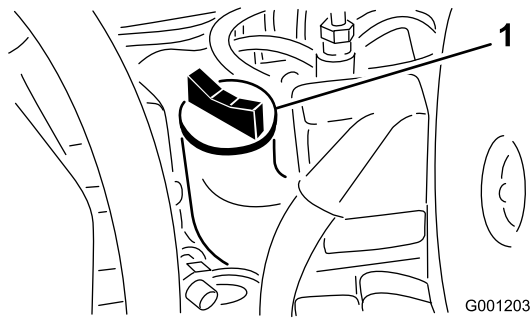

Bild 46
- Wenn der Ölstand an oder unter der NACHFÜLL-Markierung am Peilstab liegt, öffnen Sie den Öleinfülldeckel (Bild 46) und gießen Sie Öl nach, bis der Ölstand die VOLL-Markierung am Peilstab erreicht.